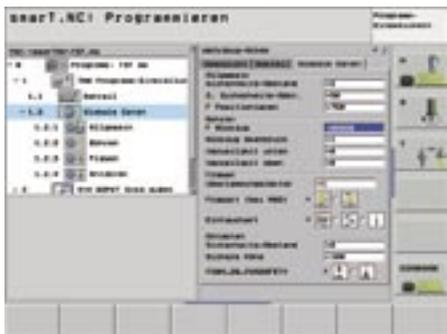

Bild 8: Globale Daten im Programm-Kopf
- Globale Programm-Parameter wie Sicherheits-Abstände, Positionier-Vorschübe etc. vermeiden Mehrfachdefinitionen und bleiben solange gültig, bis sie im Programm neu definiert werden. (Bild 8)